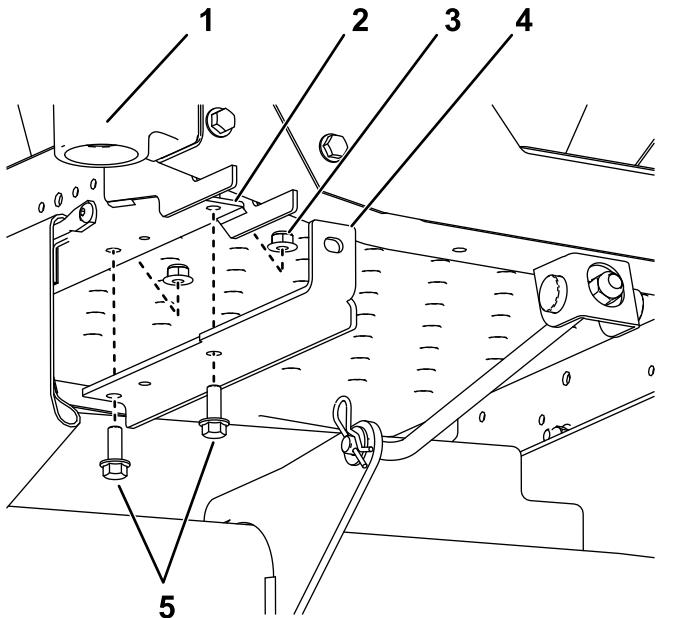

Figura 4
1. Instale los soportes de montaje de los pesos en la parte inferior del bastidor con 2 pernos (3/8" x 1") y 2 contratuerca (3/8"), como se muestra en la Figura 4.